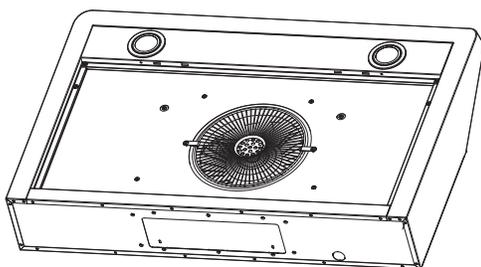

Figure 1
- Enlevez les 2 filtres et le panneau facile à nettoyer pour permettre l'accès à l'intérieur de l'unité. (Voir Figure 1 à 3)